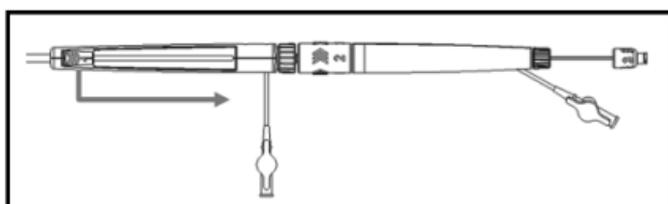

**Figure 2.**
- Desserrer le verrou de la section arrière de la poignée et avancer le filtre distal sous contrôle fluoroscopique en poussant le curseur du filtre distal (3) vers l'avant jusqu'à ce que la structure du filtre soit complètement étendue et apposée sur la paroi du vaisseau. Le filtre distal doit être positionné immédiatement après l'embout de la gaine articulée et son déplacement doit être limité une fois qu'il est complètement déployé dans le vaisseau. Voir la figure 2.